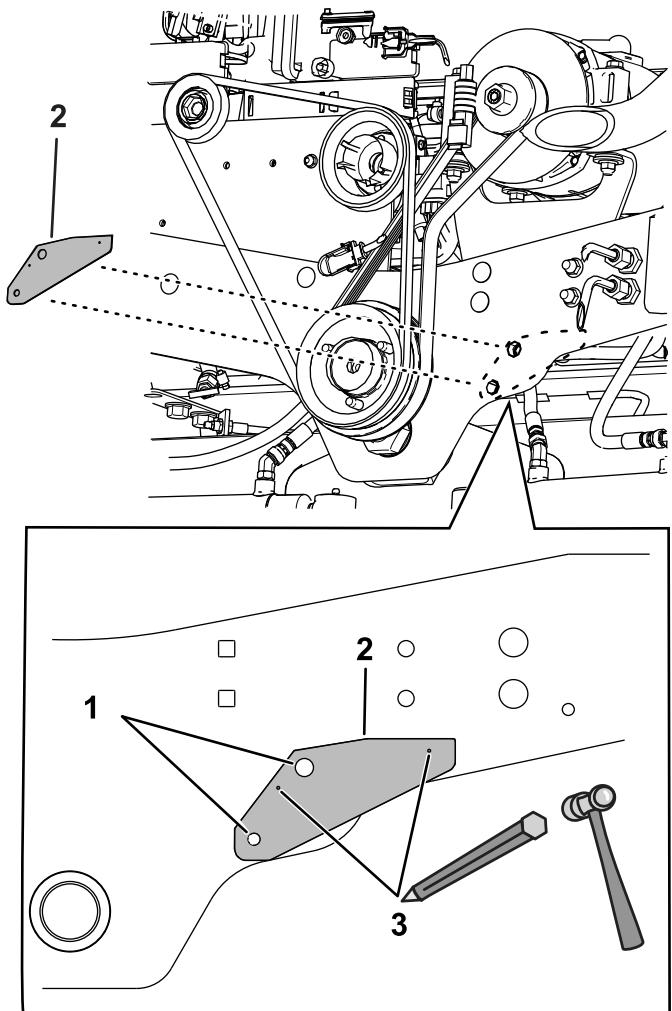

**Figura 1**
3. Rimuovete il perno a rullo, il bullone e la puleggia tendicinghia esistente illustrati nella Figura 1.